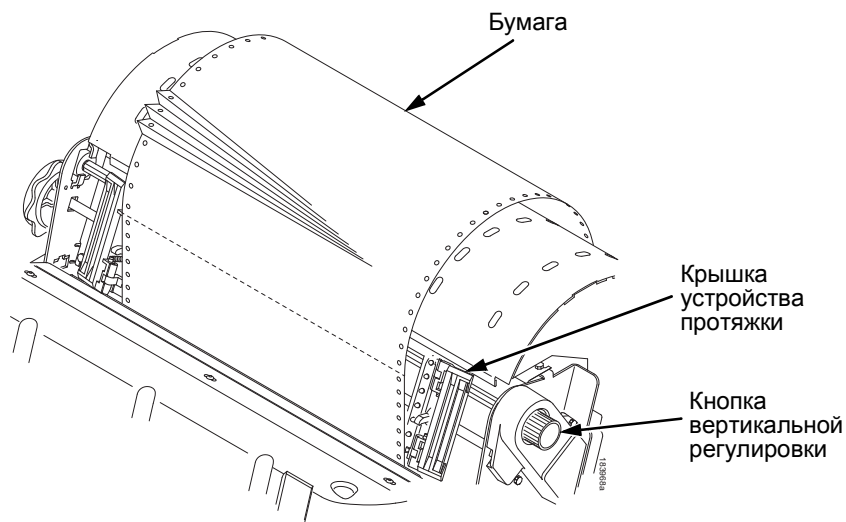

Рисунок 94. Устранение заедания бумаги
4. Проверьте, нет ли в тракте подачи бумаги или в устройствах протяжки застрявшей или порванной бумаги. Удалите любые куски бумаги путем вращения кнопки вертикальной регулировки (см. Рисунок 94).